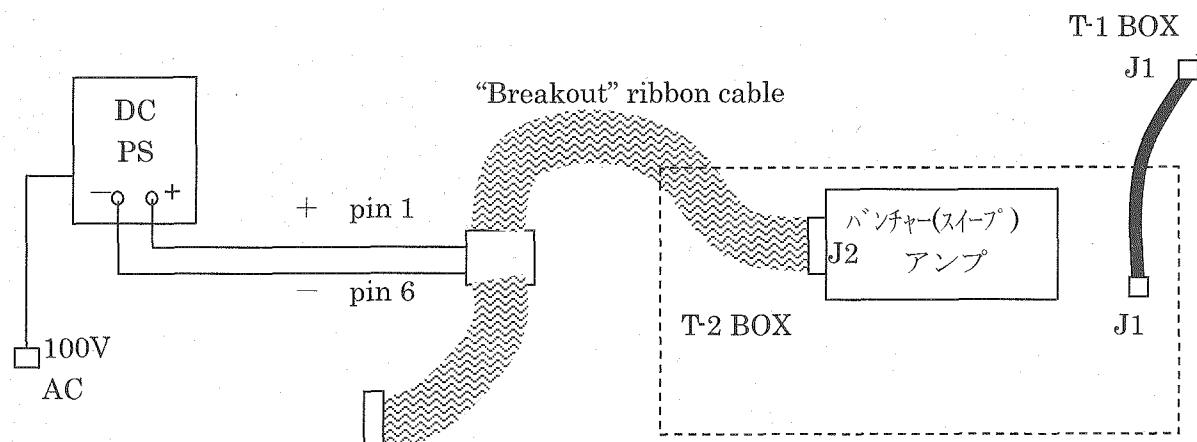

図 6.2-1 チューニング時配線図
- ① sweep offset を除くターミナル関係のコントロールをすべてゼロにする(EXT,FOC,GAP 等)。 sweep offset は 50% にセットする。
- ② パルスシステムの電源、アンプの入っている T-2 BOX をターミナルに近づけておき、長い AC 電源用のケーブルで上部の T-1BOX J1 と T-2 BOX J1 を接続する。
- ③ T-2 BOX のふたをあけて、バンチャーアンプ(スイープアンプ)の J2 に breakout ケーブルを取り付け、このケーブルの pin 1 に+、pin 6 に-で 0~10V のパワーサプライを接続する。配線図を図 6.2-1 に示す。